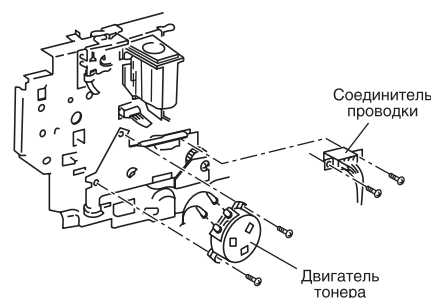

Рис. 5. Снятие двигателя тонера с узла привода проявителя
7. Снимите двигатель тонера с узла привода проявителя, открутив два винта (рис. 5).